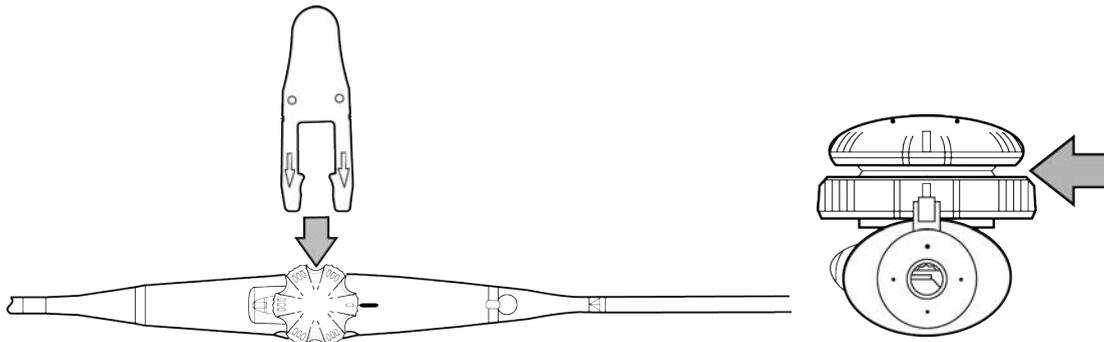

Figure 17 Insertion de l'outil de test pour la détection de perforations
- 1 Insérer l'outil de test pour la détection de perforations sous le contrôleur du plan de balayage, comme indiqué à la **Figure 17**. L'outil de test pour la détection de perforations est fourni avec la sonde TEExi.